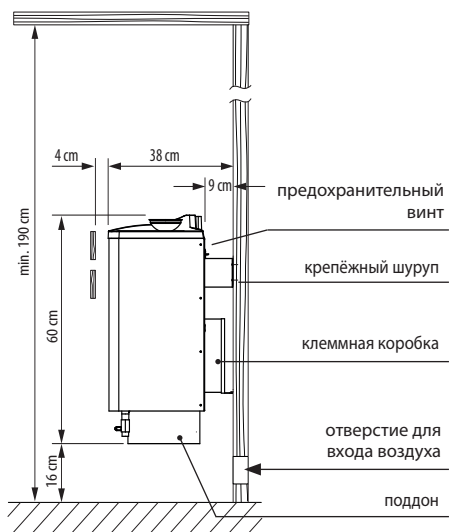

Рис. 5
4. Навесьте печь сауны приемными шлицами задней стенки на крепёжный кронштейн на сете и опустите её, так чтобы дистанционный держатель упёрся в стену (рис. 5).